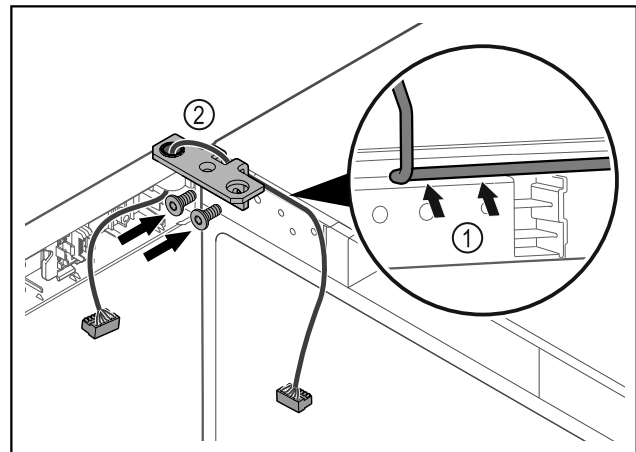

Fig. 45
- ▶ Faire passer le câble avec précaution par le trou de l'équerre de charnière Fig. 45 (1).
- ▶ Visser l'équerre de charnière Fig. 45 (2).